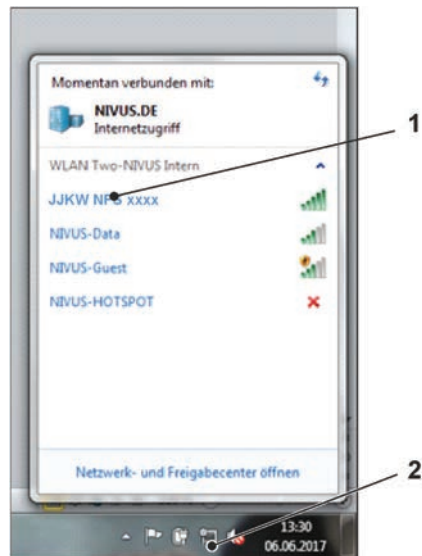

Abb. 26-18 (WLAN-)Netzwerk-Liste
2. Auf die Übersicht der zur Verfügung stehenden (WLAN-)Netzwerke (Abb. 26-18 Pos. 2) gehen.
3. In der WLAN-Liste das NivuFlow Stick (Abb. 26-18 Pos. 1) mit der entsprechenden SSID (Auslieferungszustand = Seriennummer) anwählen.